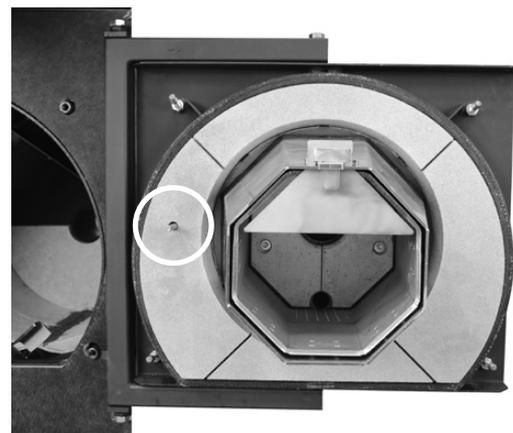

Bild 12
12. Rückstände im Brenner sorgfältig herausaugen - vor allem im hinteren Bereich (direkt unterhalb der Einschubschnecke); es dürfen keine Rückstände in den Luftlöchern verbleiben. Brenner auch oben absaugen. Asche am Brennkammerfühler (Bild 12) abwischen.
- Sterngriff abschrauben (2, Bild 12), Gewindestange herausziehen und Aschebox nach vorne wegfahren. Abdeckung der Aschebox abnehmen. Asche entsorgen.